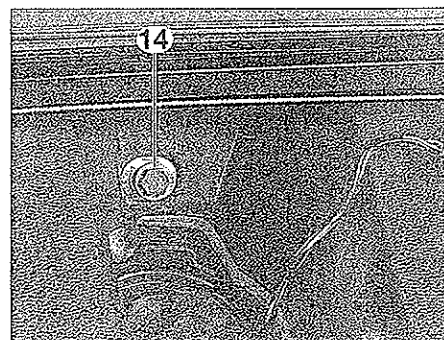

FIG. 37
- Desmontar el tornillo de fijación (14) del salpicadero situado detrás del altavoz (fig. 37).